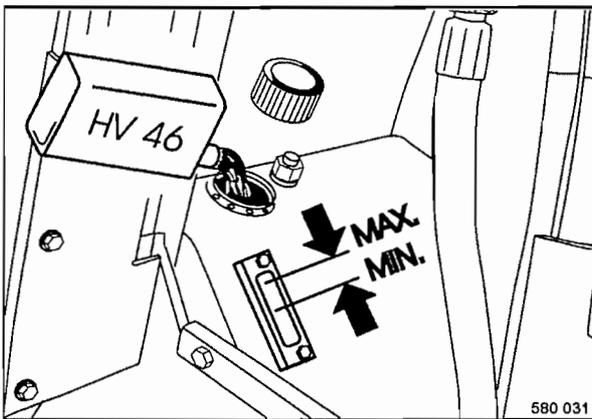

Fig. 60
- Comprobar el nivel de aceite por el cristal de observación situado en el depósito de aceite hidráulico (Fig. 60).